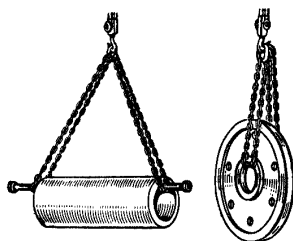

Рис. 3. Стropовка отливок за центральные отверстия
23. Пользоваться кранами и подъемными устройствами для подъема и перемещения грузов только с разрешения мастера, имея удостоверение о знании «Инструкции по безопасному ведению работ для стропальщиков, обслуживающих грузоподъемные краны». На рис. 3—12 приведены примеры правильной строповки отливок, опок и форм.